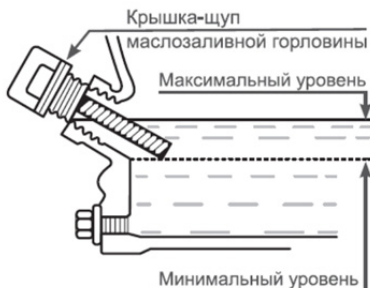

Рис. 11 Проверка уровня масла в картере
4. Установите крышку-щуп в отверстие горловины, не закручивая (Рис. 11).
Максимальный уровень масла в картере соответствует нижней кромке заливного отверстия (Рис. 11).
При недостаточном уровне масла в картере необходимо долить чистое масло до верхней отметки на щупе, что соответствует нижней кромке заливного отверстия (Рис. 11).
- Протрите щуп насухо и вставьте в отверстие горловины, не закручивая (Рис. 11).